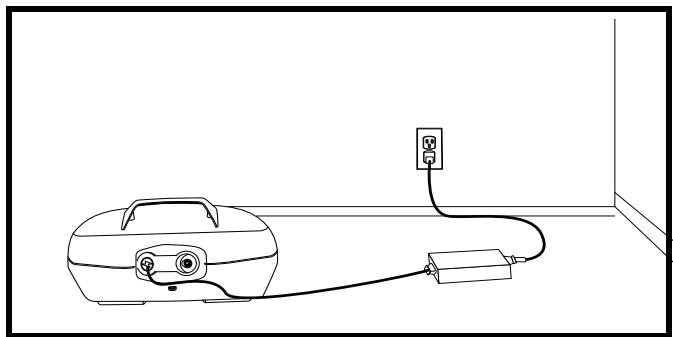

Abb. 15. Aufladen der Batterien (Batteriepack entnommen)
1. Stellen Sie Ihr Elektromobil oder das Batteriepack neben eine normale Wandsteckdose. **Siehe Abb. 15.**